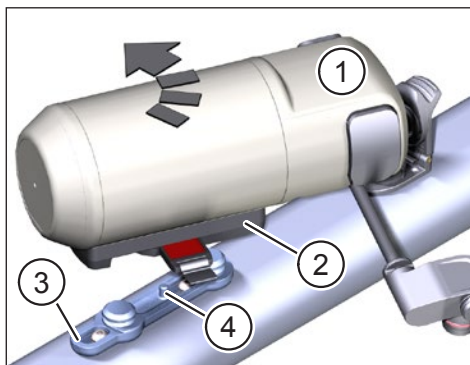

Fig. 4: Inserire Range Extender
- Posizioni il Range Extender (Pos. 1 in Fig. 4) con il FIDLOCK® Force Connector fissato (Pos. 2 in Fig. 4) in diagonale sulla FIDLOCK® Bike Base (Pos. 3 in Fig. 4). Il perno (Pos. 4 in Fig. 4) sulla Base FIDLOCK® Bike deve scorrere nella presa corrispondente del FIDLOCK® Force Connector quando viene indossato. I magneti sostengono l'attacco e Range Extender dovrebbe bloccarsi automaticamente in posizione con un clic udibile.